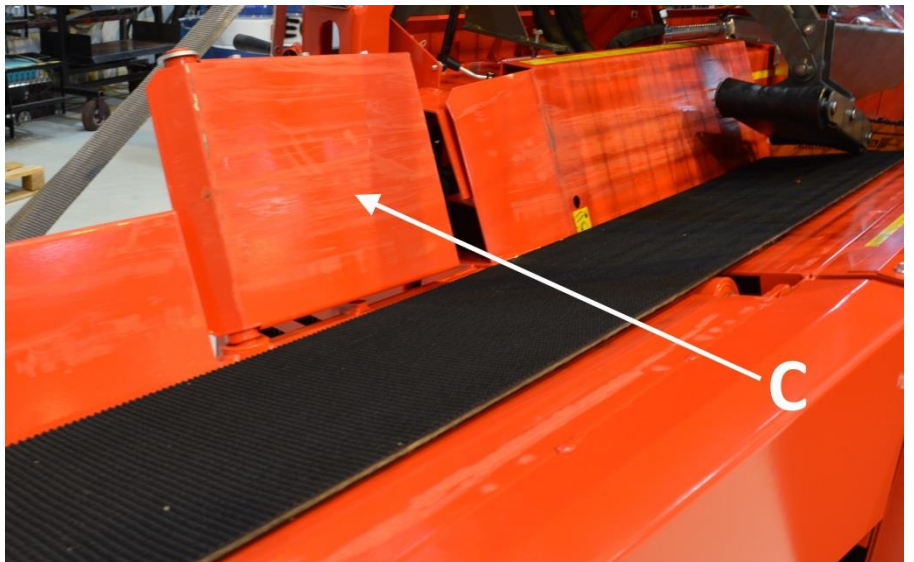

Bild 6.
4. Vrid vedstyrplatta C till arbetsläget, såsom visas på bild 6.